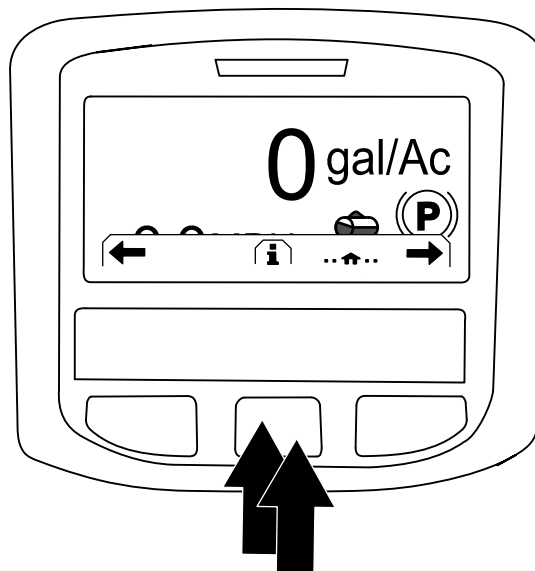

Figura 227
2. En la pantalla de Inicio, pulse el botón central del InfoCenter para acceder a la pantalla de navegación (Figura 227).
3. Pulse el botón central del InfoCenter para acceder al menú principal (Figura 227).